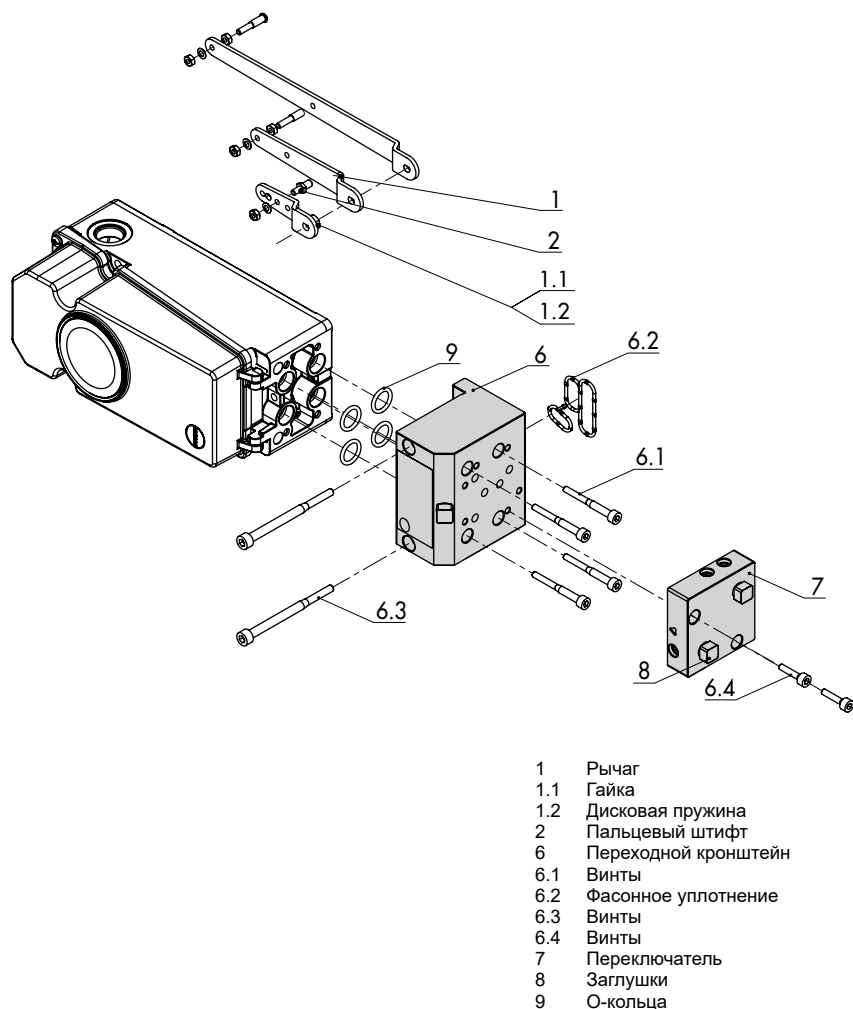

Рис. 15: Монтаж переходного кронштейна на позиционер
10. Установите позиционер таким образом, чтобы пальцевый штифт (2) укладывался на верхней стороне зажима следящего механизма (3). Рычаг (1) при усилии пружин должен укладываться на зажим следящего механизма.
11. Зафиксируйте позиционер с помощью двух крепёжных болтов (6.3) на блоке адаптера (13). Следите за правильностью положения фасонного уплотнения (6.2) (см. Рис. 15).
12. Установите крышку (11) на противоположной стороне. Убедитесь, что при установленном регулирующем клапане штуцер сброса воздуха обращен вниз, так как это необходимо для оттока скопившейся конденсационной влаги.